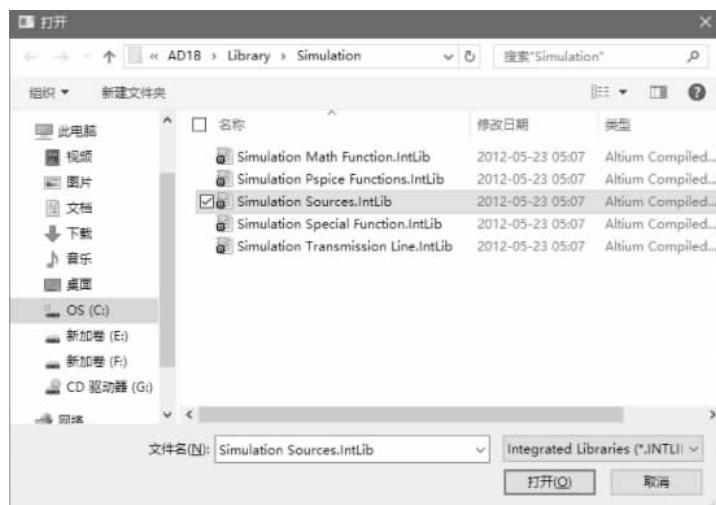
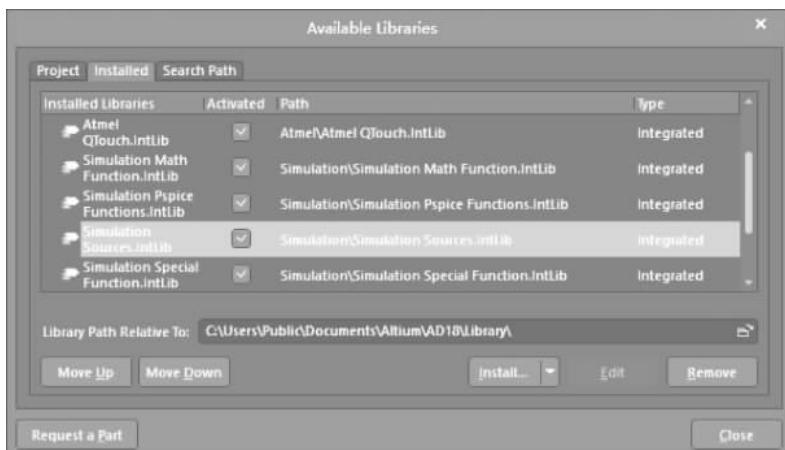

图 3-3 打开需要添加的仿真库
图 3-4 已经添加了需要添加的仿真库
(4) 如图 3-3 所示,打开所要添加库的对话框。
- ① 将路径指向 C:\users\Public\Documents\Altium\AD18\Library\Simulation。
- ② 选择 Simulation Sources,并单击“打开”按钮。
(5) 如图 3-4 所示,看到新添加的 Simulation Sources. IntLib 仿真库。
(6) 单击图 3-4 界面内的 Close 按钮,退出该界面。